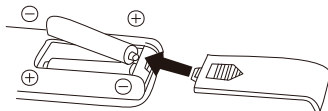

Fig. 2
2 Insérez les piles et assurez-vous que les piles sont placées comme le montre la figure 2.
c) Retirez le fusible soigneusement. Insérez la pointe de votre outil dans la fente du fusible (près de la borne), puis ouvrez le fusible progressivement et lentement, sans trop forcer. Vous pouvez essayer d'ouvrir le fusible petit à petit. Commencez par un côté, puis retirez le fusible. (Fig. 2)